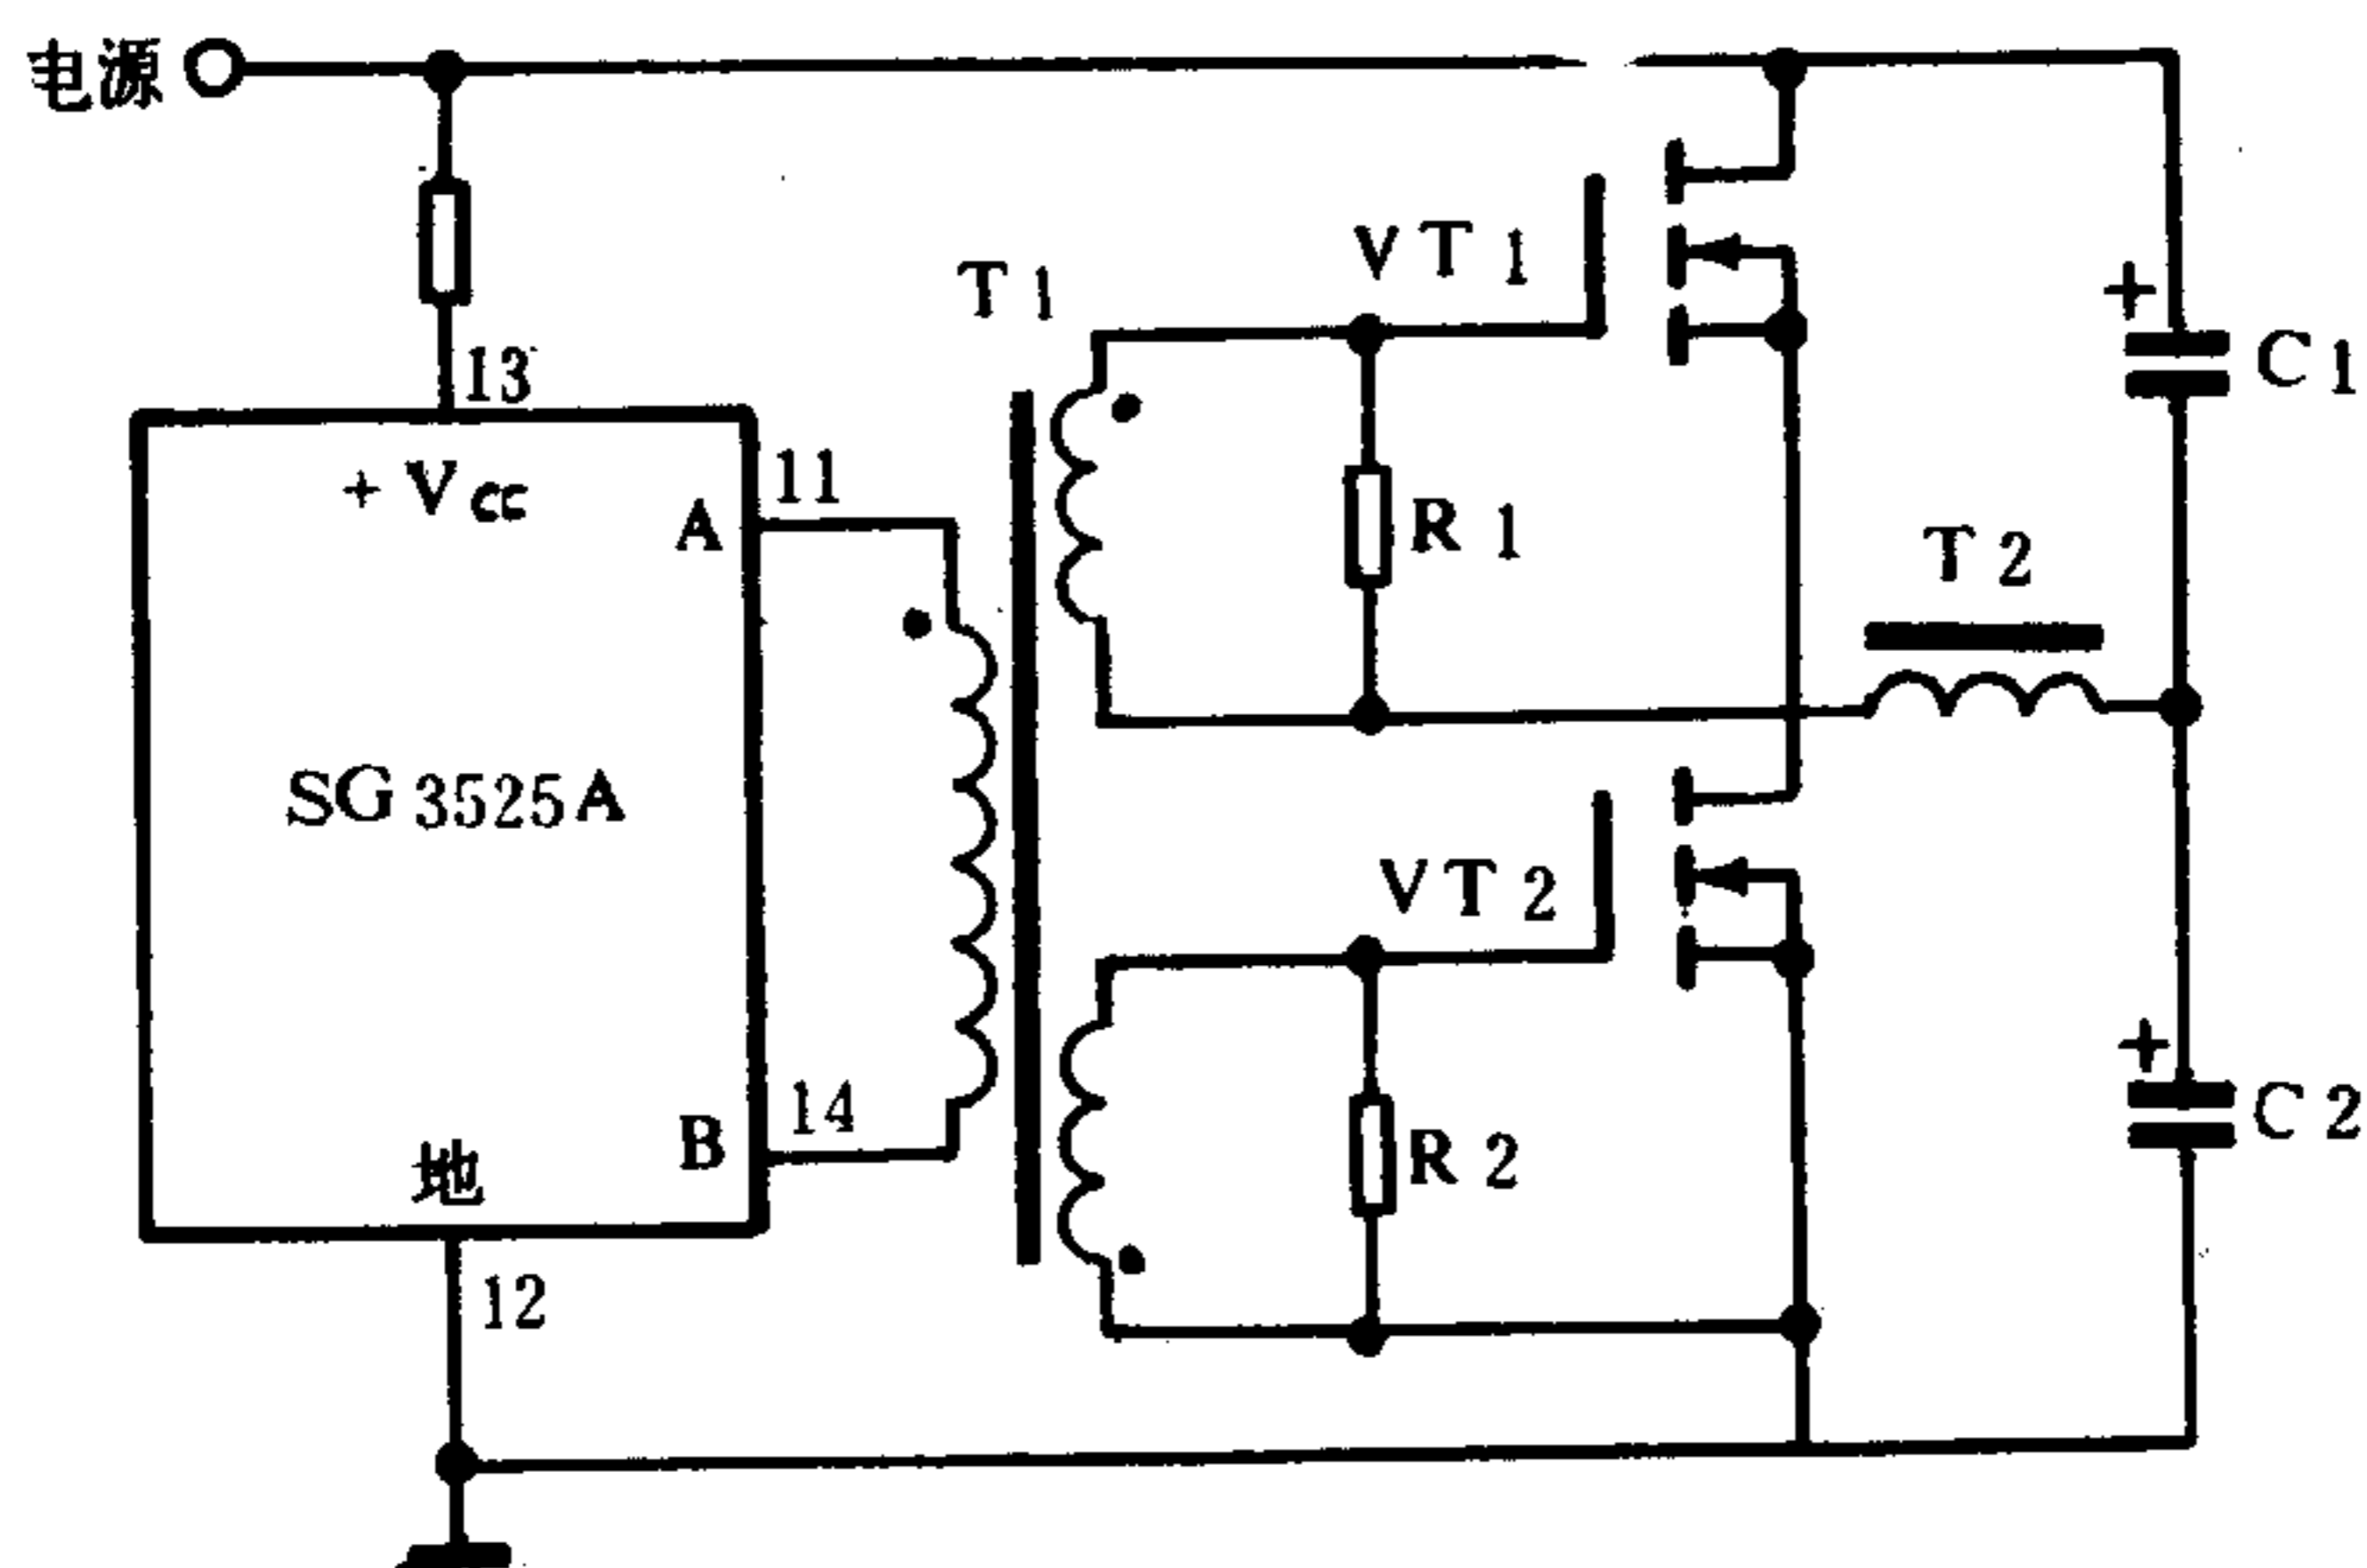

图 7-20 双端输出驱动 MOS 功率管的电路
① 双端输出驱动 MOS 功率管的电路：SG3525A 输出驱动 MOS 功率管的电路极简单，半桥式变换器驱动 MOS 功率管的电路如图 7-20 所示。其输出可直接接一个变压器，此变压器初级不用中心抽头，它既能使次级电平位移，又能与主变换器电路隔离。